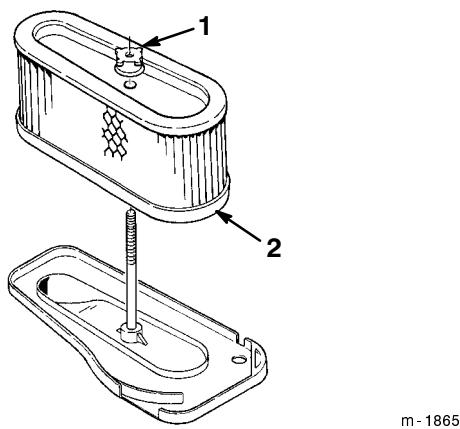

Figure 24
5. Dévissez l'écrou en caoutchouc et retirez l'élément en papier (Fig. 24).
- Enfilez le filtre complet sur la longue tige. Vissez ensuite l'écrou en caoutchouc à la main, en appui contre le filtre à air (Fig. 24).